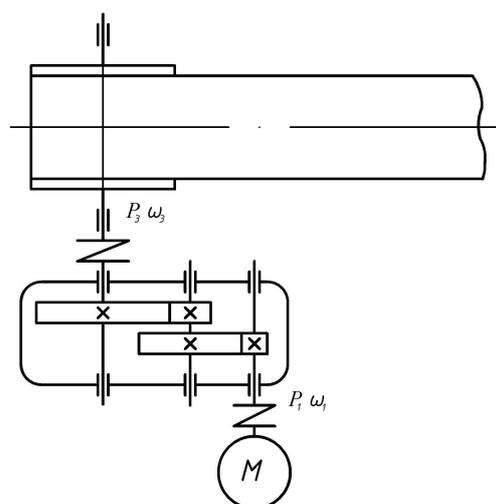

Рис. 4.4. Расчетная схема к задаче № 4
4. Рассчитать зубчатые передачи редуктора привода ленточного транспортера (рис. 4.4). Мощность электродвигателя P_1 , угловая скорость его ω_1 и угловая скорость барабана ω_3 приведены в табл. 4.4. Срок службы редуктора 28000 ч.